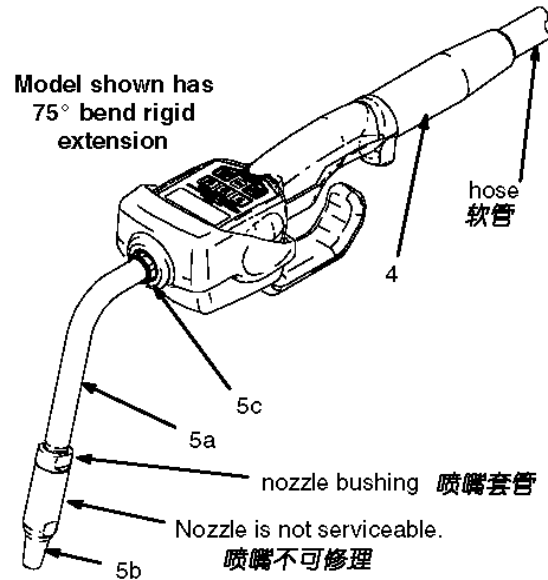

图4
10.将背紧螺母(5c, 6c,或7c)拧入延长管(5a)或弯头(6d或7d)中, 延长管或弯头至少须拧入三满圈,加以定位使其对准, 随后紧固背紧螺母。背紧螺母上的Teflon密封件必须面对阀的外壳。参见图4。
11. 将新加油嘴(5b, 6b,或7b)拧入延长管, 并用开口活扳手加以紧固, 参见图4。